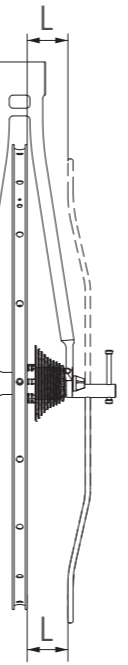

FIG. 3
- Wenn Sie sich vergewissert haben, dass die Abmessungen bei Ihrem Rahmen richtig sind, überprüfen Sie den Lot zwischen den Schaltungsträger und des HR-Laufrades wie in der Abb.3. **Achtung, sollte Ihre Rahmen den Abmessungen nicht entsprechen schränkt es die korrekte Funktion des Ritzelpaketes ein.**